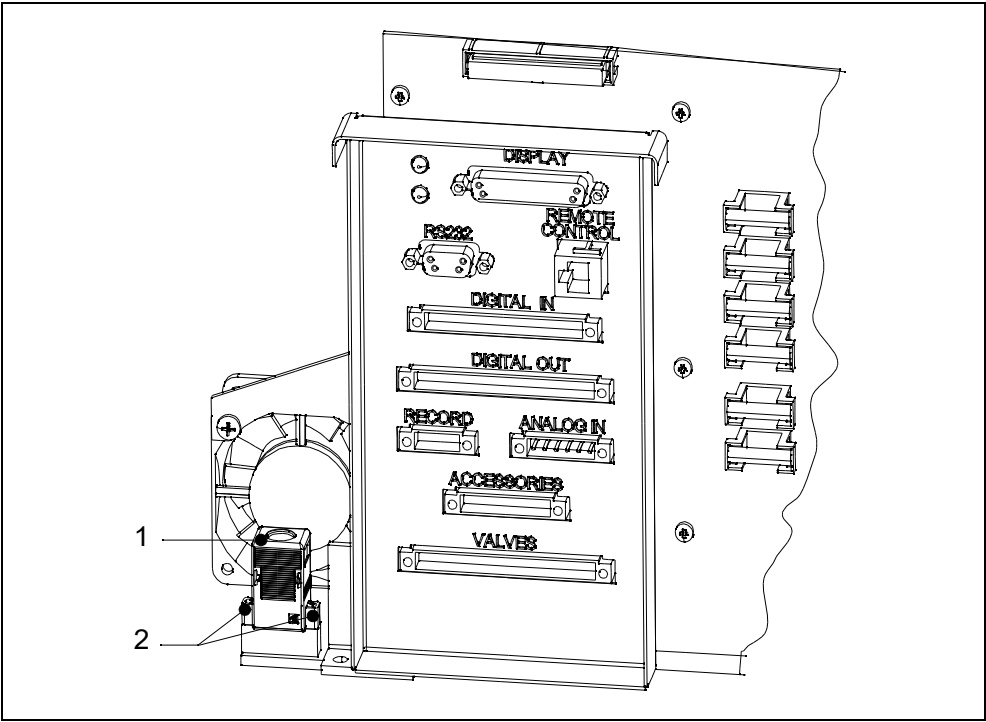

図 7-7 I-STICK の交換
- I・STICKを交換するために、I・STICKをコネクタに固定している2つのネジを解放します。詳細は図 7-7 を参照してください。